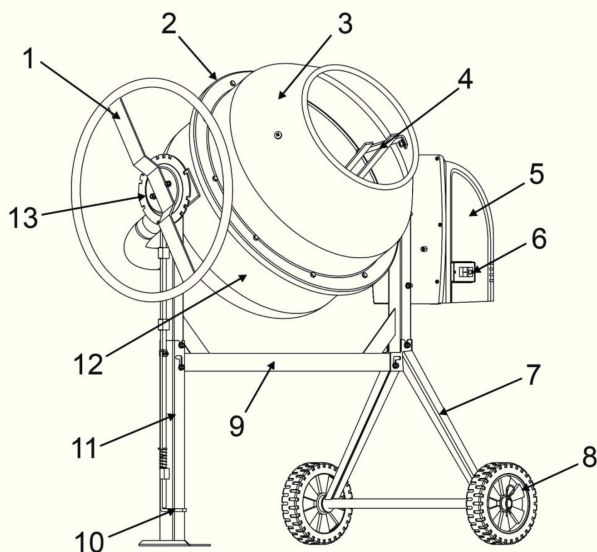
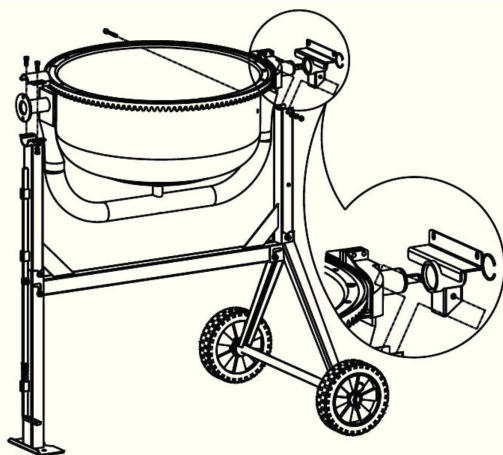

Рис. 1
Рис. 5
- Наденьте на ось колесной стойки (7) (См. Рис.1; 2) по колесу с каждой стороны.
- К несущей балке (9)(См. Рис. 1) присоедините дополнительную опору. Вставьте внутрь педаль (10)(См. Рис. 1, 3) с пружиной.
- Соедините раму с колесной стойкой (7) (См. Рис.1, 4). Зафиксируйте ее положение винтами (М8х70). Крепко затяните винты.
- Установите опорную дугу вращения барабана на балку рамы. Зафиксируйте ее положение винтами М8х65 (См. Рис. 5).
- Осторожно поместите нижний барабан (12) (См. Рис. 1) на стойку, так чтобы подшипники попали в соответствующие пазы (См. Рис. 5). Выровняйте с каждой стороны отверстия, закрепите гаечным ключом болты, шайбу, стопорную шайбу и гайку в посадочном седле. Проверьте надежность крепления.
- Поместив верхний барабан (3) (См. Рис.1) на обод нижнего барабана (12) (См. Рис.1, 7), убедитесь в совпадении пазов и стрелок, а так же и свободном вращении лопастей внутри барабана.
- Установите колесо наклона (1)(См. Рис.1) на место крепления.
- Трансмиссия с электродвигателем закрыта защитным кожухом (5)(См. Рис.1; 9).
2. Нажмите на зеленую кнопку включения (6)(См. Рис.1), расположенную сбоку на защитном кожухе электродвигателя.
3. Для отключения нажмите на красную кнопку (6) (См. Рис.1).